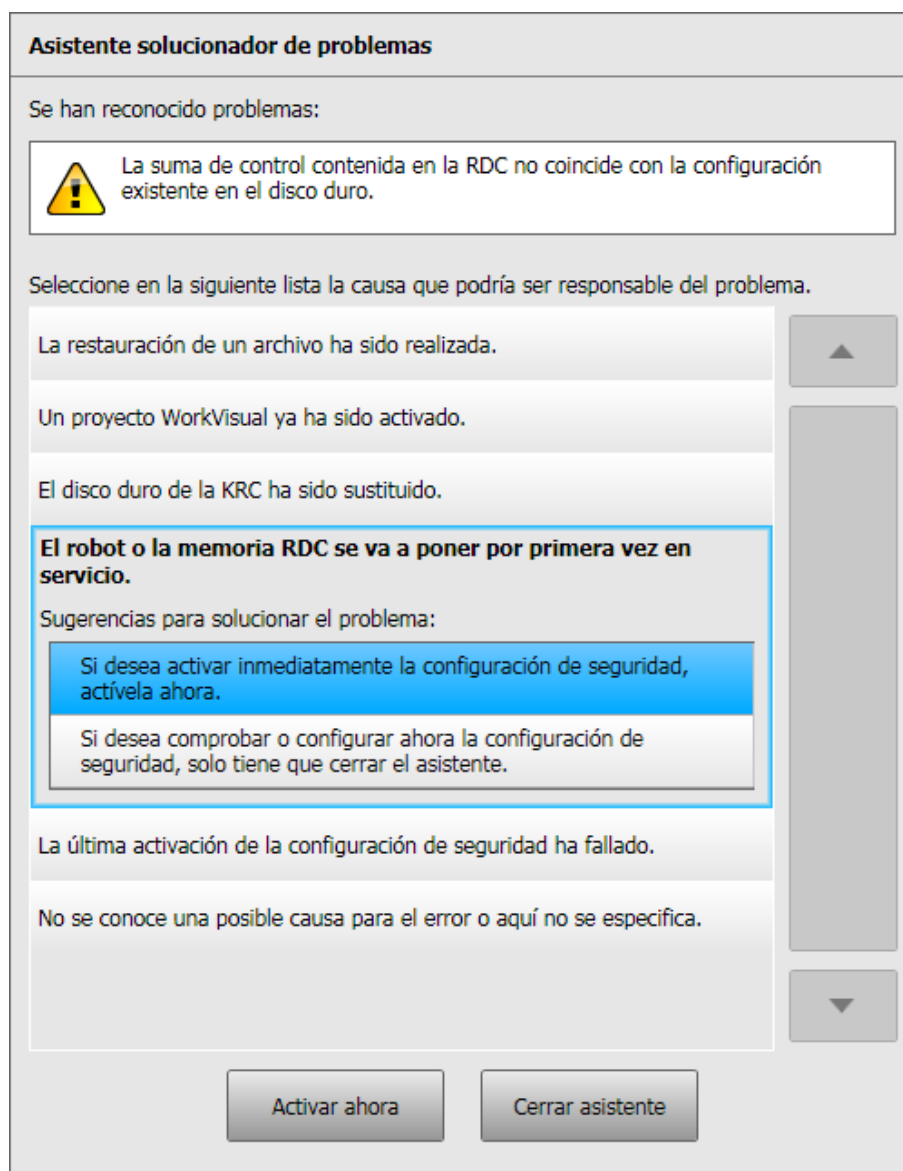

Fig. 1-4: Asistente solucionador de problemas
- En la ventana **Asistente solucionador de problemas** se muestra una vista general de las posibles causas del error. (>>> Fig. 1-4)